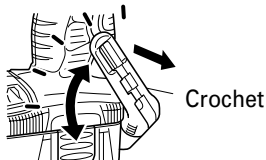

Fig. 14
(1) Ouverture du crochet
- (a) Tirer le crochet vers soi dans le sens de la flèche (A), et le tourner dans le sens de la flèche (B) (Fig. 14).